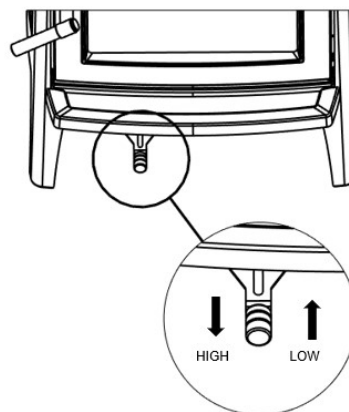

Figure 15 – Position du Contrôle d'Air
**FEU BAS:** Déplacez le levier de contrôle d'air complètement vers le poêle. (Voir figure 15). Cela place le régulateur d'air à son minimum d'ouverture. Un taux bas de combustion n'est pas conseillé sur une longue période parce qu'il peut accentuer l'accumulation de crésote. Inspectez le système de ventilation fréquemment si vous utilisez le taux bas de combustion régulièrement.